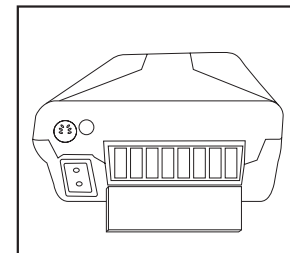

Figure 11
1. Le filtre d'entrée doit être vérifié tous les jours. Le filtre se trouve à l'arrière de l'appareil, (Figure 11).